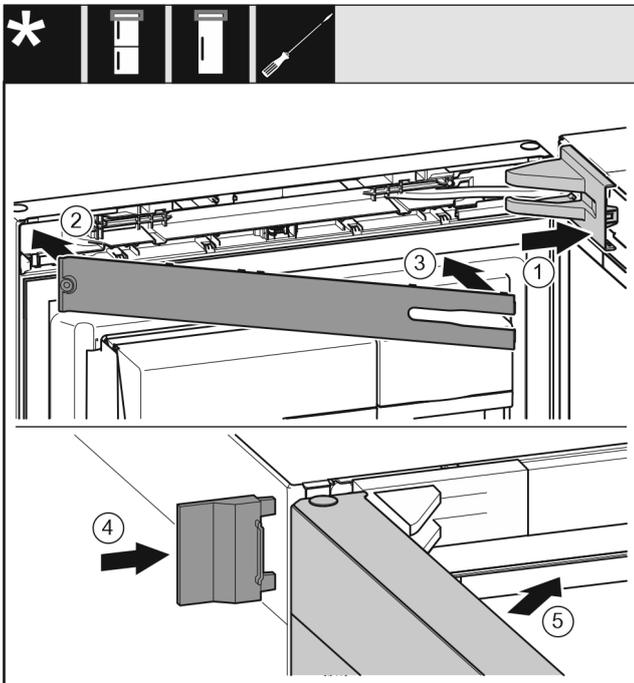

Fig. 25
- ▶ Lagerbockabdeckung Fig. 25 (1) aufsetzen und einrasten, ggf. vorsichtig auseinanderdrücken.
- ▶ Blende Fig. 25 (2) aufsetzen.
- ▶ Blende Fig. 25 (3) einschwenken und einrasten.
- ▶ Äußere Abdeckung Fig. 25 (4) aufschieben.
- ▶ Obere Tür Fig. 25 (5) schließen.